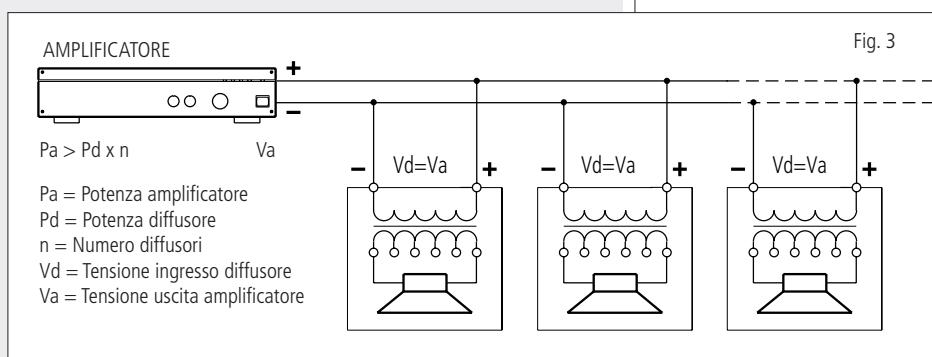

Fig. 3
4. Effettuare le connessioni tenendo in considerazione le seguenti indicazioni (fig.3, tensione costante).